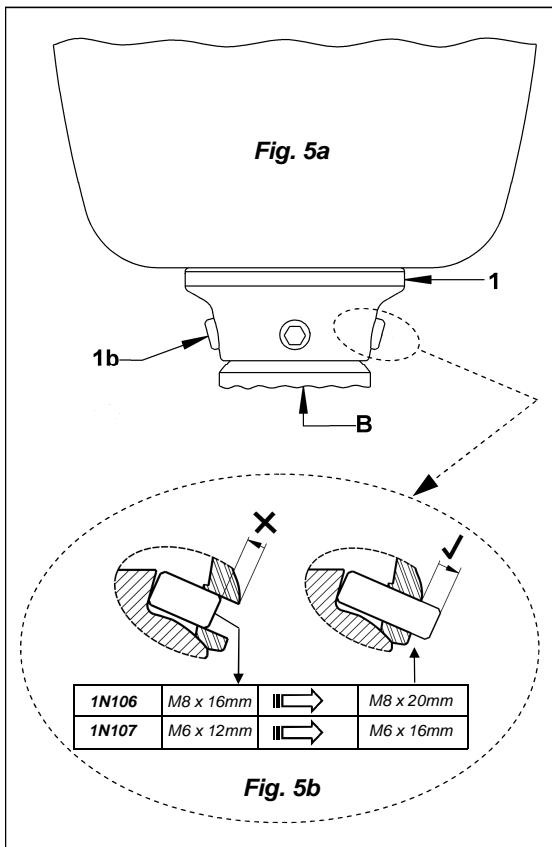

Fig. 5b
See Fig. 5b
- x2 Sechskantstiftschrauben **5** (Siehe Verwendung §E => Abb. 5b) :